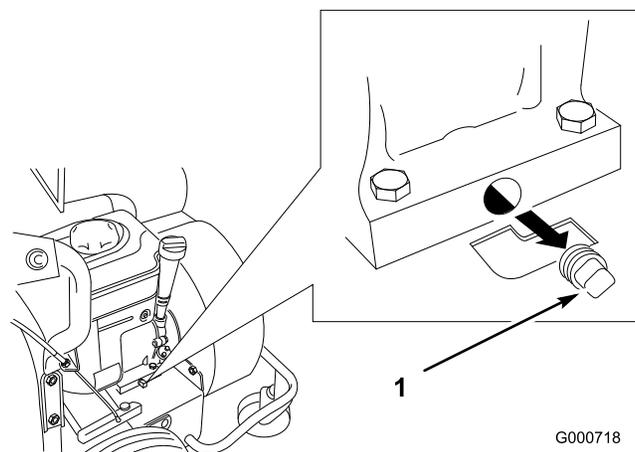

Figure 27
4. Nettoyez la surface autour du bouchon de vidange (Figure 27).